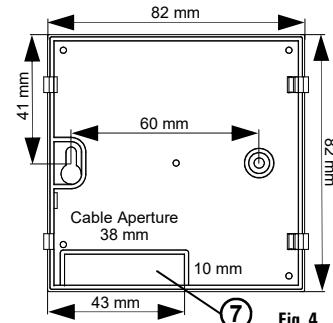
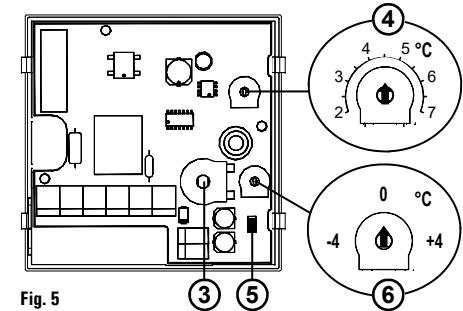
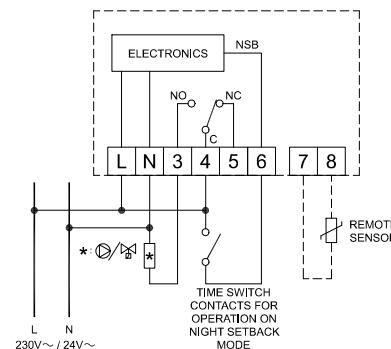

Fig. 4
Fig. 5
Fig. 6
Quando la temperatura ambiente rilevata è inferiore a quella impostata con il trimmer interno, (3) di Fig. 5, il termostato attiva il relè e contemporaneamente si accende il LED rosso posto sul frontale.
Tramite il trimmer interno di regolazione, (3) di Fig. 5, è possibile impostare la temperatura attorno a cui verrà effettuato il controllo della temperatura ambiente, come indicato al paragrafo precedente, nel range 6°C .. 30°C.
2. Fissare la base del termostato alla parete tramite le due sedi per viti con interasse 60 mm (Fig. 4).
3. Eseguire i collegamenti elettrici, facendo passare i fili tramite l'apertura rettangolare (7 di Fig. 4), seguendo lo schema di collegamento di Fig. 6 e 7.
Al morsetto 6 di Fig. 6 e 7 è possibile collegare un contatto esterno che consente di attivare la modalità di 'Riduzione Notturna' (Night Set Back). Questa modalità consente di ridurre la temperatura impostata con la manopola di un valore pari a quello impostato sul trimmer interno (4) di Fig. 5, nel range 2°C .. 7°C.
Il termostato esce dalla fabbrica predisposto per il funzionamento con sensore interno. Nel caso in cui l'installazione preveda un montaggio con sonda a distanza, è necessario rimuovere il connettore jumper JP1 (5 di Fig. 5), e collegare una sonda di tipo NTC da 4700 Ohm a 25°C con adeguato valore per il parametro beta ai morsetti 7 e 8. In
Tramite il trimmer interno 6 di Fig. 5, posto vicino al trimmer per la regolazione della temperatura ambiente, è possibile impostare il valore dell'offset sul sensore interno o sonda remota nel range -4°C .. +4°C.
When the measured room temperature is below the value set on the internal trimmer, (3) of Fig. 5, the thermostat turns the relay on and, at the same time, turns the red LED on.
The user can set the room temperature by moving the internal trimmer, (3) of Fig. 5, to any desired temperature, as explained in the former paragraph, between 6°C and 30°C.
- Fix the thermostat base plate to the wall through the two screw holes with distance between axes of 60 mm (Fig. 4).
- Make the electrical connections, routing the wires through the rectangular opening (7 of Fig. 4) and following to the diagram of Fig. 6 and 7.
In order to select the 'Night Set Back' feature an external dry contact can be connected to terminal 6 of Fig. 6 and 7. This mode results in reducing the temperature set with the external dial by an amount set with the internal trimmer (4) in Fig. 5, in the range 2°C .. 7°C. The thermostat leaves the factory with the trimmer set on 4.5°C.
The thermostat leaves the factory configured by default for operation with the internal temperature sensor. If it is planned to install a remote sensor, remove the jumper connector JP1 (5 of Fig. 5) and connect an NTC type sensor (4700 ohm@ 25°C) with a suitable beta value to terminals 7 and 8. In case of doubt as to the type of sensor to connect, please consult the manufacturer.
Using the internal trimmer 6 of Fig. 5, placed near the trimmer for the